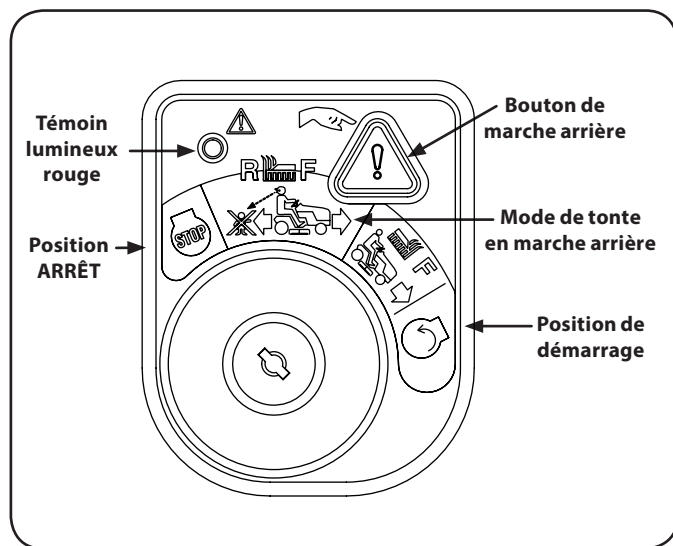

Figure 5-3
- Tournez la clé de la position de tonte normale  (en vert) à la position de tonte en marche arrière  (en jaune) sur le module du commutateur d'allumage. Voir Figure 5-3.
- Appuyez sur le bouton de marche arrière  (bouton triangulaire orange) situé dans le coin supérieur droit du module de commutateur d'allumage. Le témoin lumineux rouge dans le coin supérieur gauche du module s'allume lorsque le bouton de marche arrière est activé. Voir Figure 5-3.